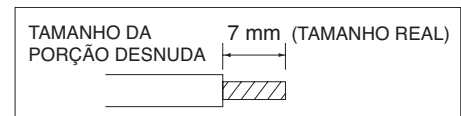

Fig. 26
- (1) Corte a extremidade do fio com um alicate de corte, e desnude o isolamento para expor o fio aproximadamente 7 mm. Veja a etiqueta (Fig. 26) perto da placa de terminais.
- (2) Usando uma chave de fenda, afrouxe o parafuso do terminal na placa de terminais.
- (3) Insira o fio e aperte o parafuso do terminal completamente usando uma chave de fenda.